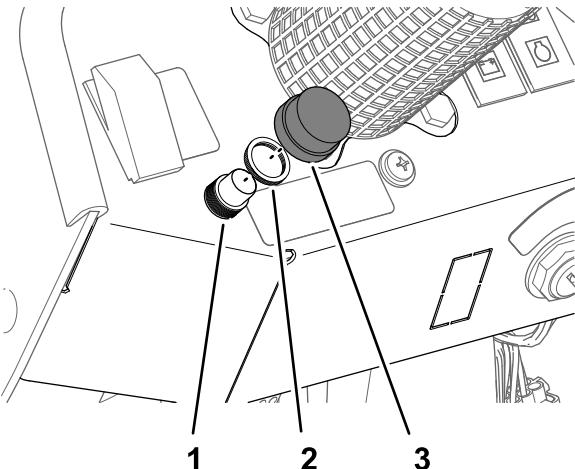

Bild 27
6. Befestigen Sie den Hupenschalter mit der Rändelmutter ( $\frac{5}{8}$ ") am Armaturenbrett und ziehen Sie die Mutter mit der Hand an (Bild 27).
7. Schrauben Sie die Taste auf das Gewinde des Hupenschalters (Bild 27).